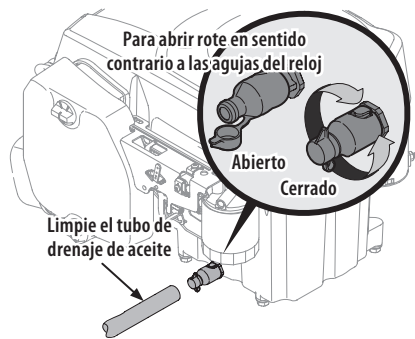

Figura 33
4. Abra la tapita protectora del extremo de la válvula de drenaje para visualizar el orificio de drenaje (Figura 33).